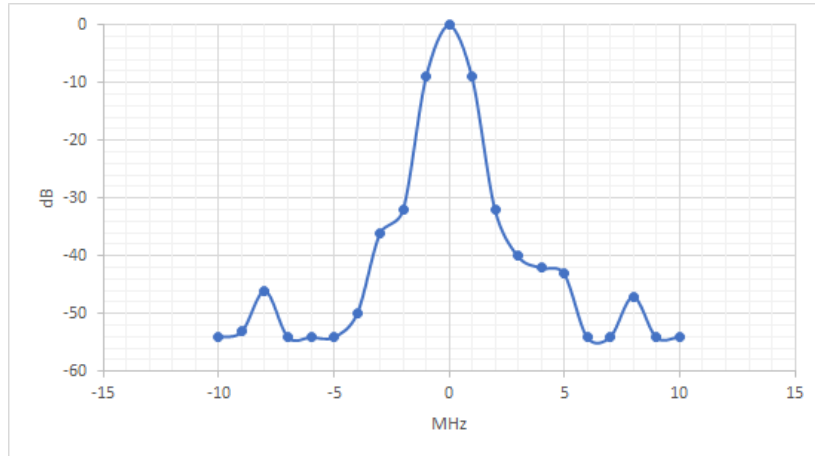

图 25. Rx 载波/干扰抑制测试 @ 250 kbit/s
- GFSK 数据速率为 250 kbit/s 的 Rx 载波/干扰抑制，如图 25所示。